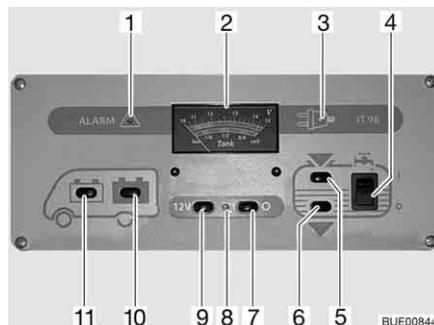

Fig. 167 Panneau de contrôle IT 96-2
L'interrupteur principal 12 V (Fig. 167,7 et 9) établit ou coupe le panneau de contrôle et l'alimentation 12 V de la cellule.
*Mise en marche :* ■ Appuyer sur le commutateur (Fig. 167,9) "12 V" : L'alimentation 12 V de la cellule est assurée. Le voyant de contrôle (Fig. 167,8) s'allume en vert.
*Mise hors service :* ■ Appuyer sur le commutateur (Fig. 167,7) "O" : L'alimentation 12 V de la cellule est coupée. Le voyant de contrôle (Fig. 167,8) s'éteint.
Observer sur l'indicateur de charge/de niveau de réservoir (Fig. 167,2), la graduation supérieure. L'indicateur s'éclaire automatiquement dès qu'un commutateur est actionné.
- Appuyer sur le commutateur (Fig. 167,11) "🚚" : La tension de la batterie de démarrage est affichée.
- Appuyer sur le commutateur (Fig. 167,10) "🚚" : La tension de la batterie de cellule est affichée.
Observer sur l'indicateur de charge/de niveau de réservoir (Fig. 167,2) la graduation inférieure. L'indicateur s'éclaire automatiquement dès qu'un commutateur est actionné.
- Appuyer sur le commutateur (Fig. 167,5)  : Le niveau du réservoir d'eau est affiché.
- Appuyer sur le commutateur (Fig. 167,6)  : Le niveau du réservoir d'eaux usées est affiché.
*Mise en marche :* ■ Commutateur à bascule (Fig. 167,4) vers le haut "I" : L'alimentation en eau est activée.
*Mise hors service :* ■ Commutateur à bascule (Fig. 167,4) vers le bas "O" : L'alimentation en eau est désactivée.
Le voyant d'alerte rouge "ALARM" (alarme) (Fig. 167,1) clignote dès que la charge de la batterie de cellule descend en dessous de 11 V (mesurée en marche) et qu'il y a risque de décharge profonde des batteries.
Le voyant de contrôle 12 V (Fig. 167,8) s'allume dès que l'interrupteur principal 12 V (Fig. 167,9) est enclenché.
Le voyant de contrôle jaune 230 V (Fig. 167,3) s'allume si l'arrivée du bloc électrique est sous tension de réseau.